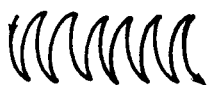

Figura 2.82
- a) Oscile el electrodo en el resto de los cordones con movimiento en zig-zag curvo o semicircular (Figura 2.82).